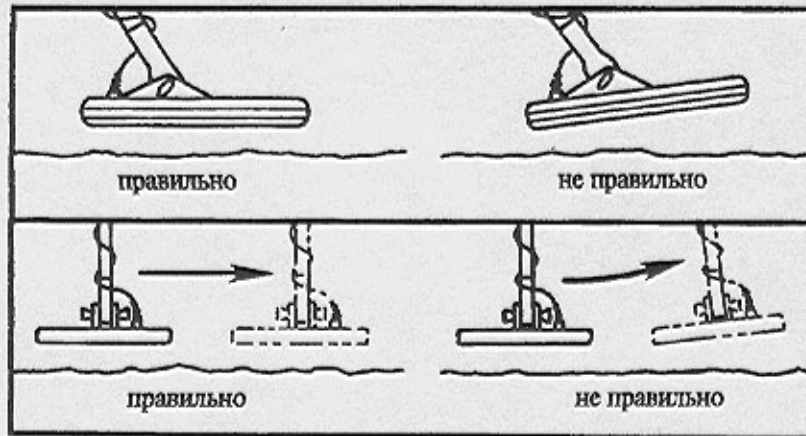

Рис.6.
4. Держите катушку параллельно грунту и как можно ближе к нему, насколько это позволяют условия (рис.6). Это важно для максимального захвата при сканировании и достижения максимальной глубины обнаружения. Если вы работаете на лужайке, вы можете перемещать катушку прямо по траве.